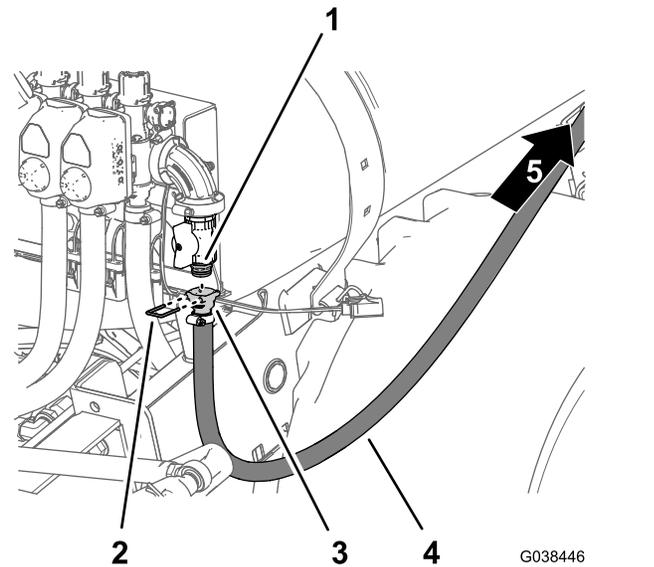

図 96
2. ホースのバープ付きストレートフィッティングを、フランジ停止バルブのクイックコネクトフィッティングに取り付ける 図 96。
3. バープ付きストレートフィッティングとクイックコネクトフィッティング 図 96を固定するステップ3 オプションの**スプレーガンキット**や**電動ホースリールキット**に**停止バルブ**を取り付ける (ページ 41) で外したリテーナを使用する。
4. 給液ホースを、液剤タンクに沿って車両前方のホースリールへ導く 図 96。